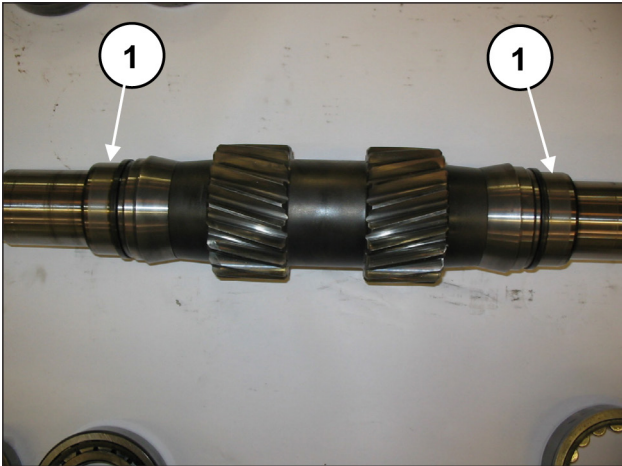

Fig. 52
Prémonter l'arbre PTO : insérer sur l'arbre PTO les 2 bagues intérieures des coussinets (une de chaque côté) (rep. ①, Fig. 52).